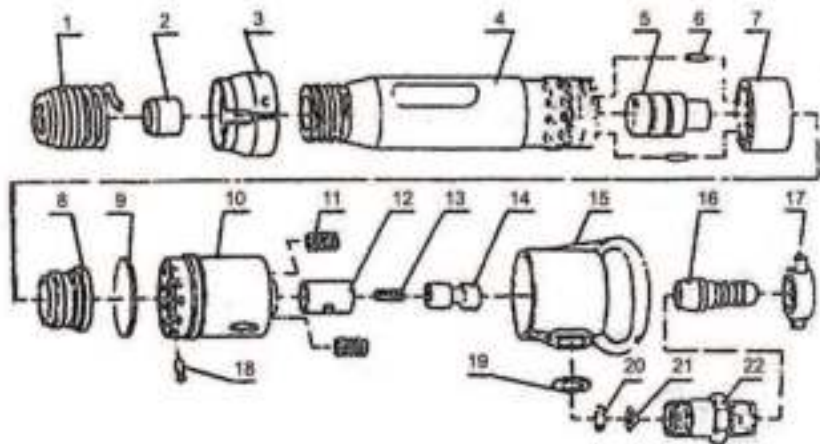

рис. 1
Общий вид молотка схематично представлен на рис. 1
6.1 Молоток (рис. 1) представляет собой поршневую пневматическую машину ударного действия с клапанным воздухомаспределением, работающую под действием сжатого воздуха. Молоток состоит из воздухомаспределительно-ударного механизма, рукоятки с собранным в ней пусковым устройством.
8.1 Разборку молотка для устранения неисправностей, профилактического осмотра или его консервации производите в следующей последовательности (рис. 1):